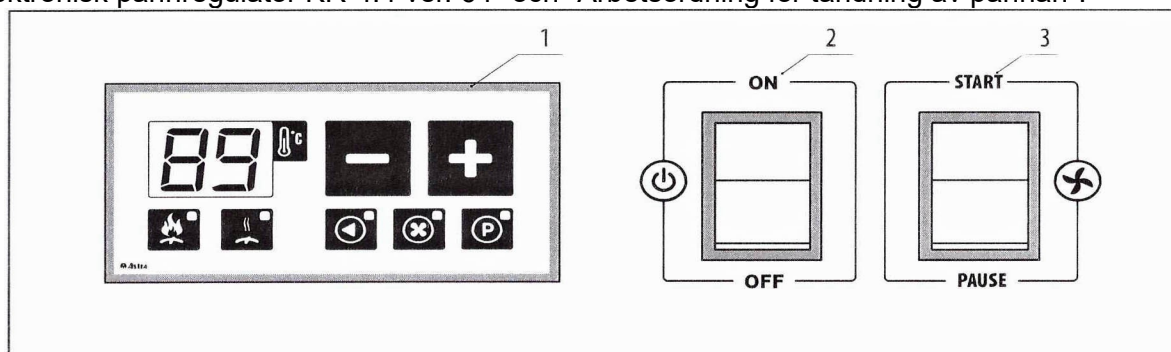
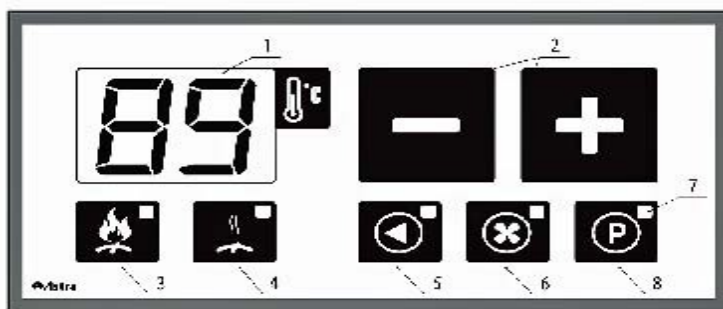
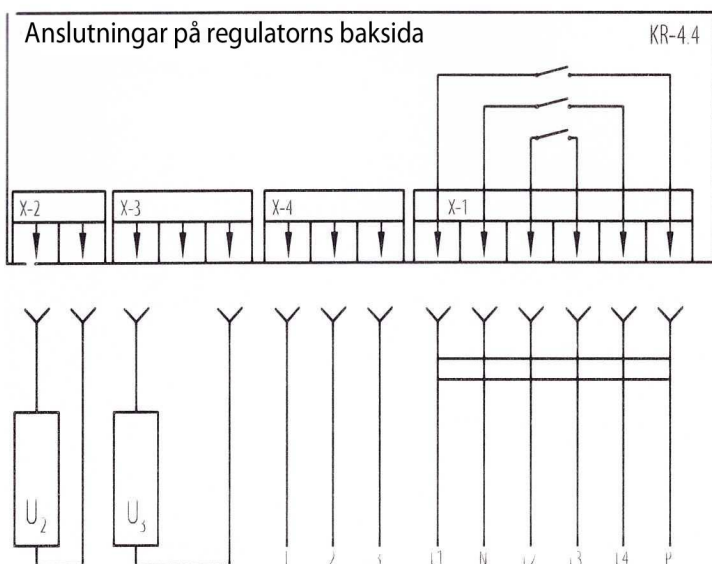

Fig. 9 Främre kontrollpanel
Fig. 11 Frontpanel av regulator KR-4.4
Fig. 12 Anslutningar på regulatören
Temperaturgivaren för överhettningsskyddet är installerad i ett dykrör 17 (Fig.1). Om pannen blivit för varm, (mer än 95 °C), och överhettningsskyddet löst ut, lyser indikatorn 4: "Förbränning avslutad" (Fig.11). I det här fallet är det nödvändigt att ta reda på orsakerna till problemet och ta bort dem. Om detta inte görs är risk för allvarliga skador på pannans utrustning samt risk för människors hälsa och liv. Om användaren inte kan lokalisera och åtgärda orsaken till utlösning av överhettningsskyddet, så måste en mer kvalificerad serviceman tillkallas. Efter att pannen svalnat, kan överhettningsskyddet återställas till sitt normala driftläge. För att göra detta, skruva loss locket och tryck på den röda knappen.
Den digitala temperaturindikatorn 1 (Fig. 11) visar både den uppmätta och den inställda temperaturen på vattnet i pannan. Maxarbetstemperaturen justeras med knapparna 2. Efter en kort tryckning på "+" eller "-" börjar den digitala indikatorn 1, visa maxarbetstemperaturen för pannvattnet. För att ändra det, måste lämplig knapp tryckas: "+" för att öka och "-" för att minska temperaturen. Efter några sekunder efter den sista knapptryckningen är maxarbetstemperaturen sparad och indikatorn återgår till att visa ärvärdestemperaturen på pannvattnet. När den visar maxarbetstemperaturen, lyser en punkt bredvid värdet. När indikatorn visar den verkliga uppmätta temperaturen visas inte punkten. Regulatorn medger justering av temperaturen inom intervallet 65-90 °C.
Lysdiod 3 "Förbränning pågår" anger aktiv status av pannan. Denna tänds när eldningsprogrammet är påslaget med knappen 3 (Fig. 11) på den främre kontrollpanelen. Fläkten kan vara i driftläge endast när lysdioden 3 (Fig 11) är tänd.
Pannregulatorn är ansluten till pannan i enlighet med det schema som visas i (Fig.12). Strömförsörjningen L2, som kommer från den främre kontrollpanelen och överförs till regulatören, slås på när omkopplarna 2 och 3 (Fig. 9) är i läge ON resp. START och termosäkring inte har löst ut. Den impuls som reglerar fläkthastigheten ansluter periodiskt L2 till L3. När pannan växlar till status "förbränning avslutad", levererar L3 inte ström till fläkten och lysdiod 4 (Fig.11) tänds. För att återgå till läget "förbränning pågår", ska strömförsörjningen L2 avbrytas genom att strömförsörjningen av regulatören bryts med (START/PAUSE)-brytaren 3 (Fig. 9). Laddomatpumpens relä kopplar L4 till L1. Den programmerbara kanalens relä kopplar P till L1. Utströmmen till fläkten regleras mellan 20 ÷ 100 VA. Det högsta tillåtna effektuttaget för Laddomatpumpen som är ansluten till regulatören är 250 VA. Det högsta tillåtna effektuttaget för den programmerbara kanalen är 250 VA.
Slå på spänningen, med knapp 2 på den främre kontrollpanelen. Då tänds displayen på regulatören (Fig.11). Ställ in önskad maxarbetstemperatur för pannvatten med hjälp av knapparna för temperaturinställning, vi rekommenderar en temperatur mellan 80 - 90 ° C. Laddomat 21's termiska ventil öppnar antingen vid 72 eller 78 ° C – och man får då en bra funktion mellan panna och Laddomat 21.
Starta eldningsprogrammet genom att trycka in den röda brytaren 3 på kontrollpanelen mot START (Fig. 9). Stäng den nedre luckan. Kontrollera på rökastermometern att temperaturen stiger.
Det är viktigt att pausa pågående program för regulatören när du lägger in mer ved under pågående eldning. (se beskrivning nedan)! Stäng inte av strömförsörjningen av pannan med den gröna brytaren när vattentemperaturen i den överstiger 56 ° C och lysdioden 3 "Förbränning pågår" lyser (Fig. 11), eftersom eldningsprogrammet då startar om från början och fortsatt förbränning då kommer att ske med för låg fläkthastighet.
När förbränningen fortfarande pågår, och regulatorns lysdiod 3 " förbränning pågår " (Fig. 11) lyser grönt:
Tryck eldningsprogramomkopplaren 3 mot "PAUS" (Fig. 9). Symbolen " L " blinkar på displayen, vilket indikerar att programmet har pausats. Fläkten stoppas automatiskt.
3 . När veden har lagts in, återuppta driften genom att trycka eldningsprogramomkopplaren 3 mot "START" (Fig. 9).
När förbränningen hunnit så långt att regulatorns lysdiod 4 " förbränning avslutad " (Fig. 11) blinkar rött:
2. Stäng av och slå igen till grön strömbrytare 2 (Fig. 9).
Statusen för förbränningsprocessen kan kontrolleras på regulatorns lysdioder "förbränning pågår" eller "förbränning avslutad" se beskrivning av regulator KR-4.4, (Fig. 11).